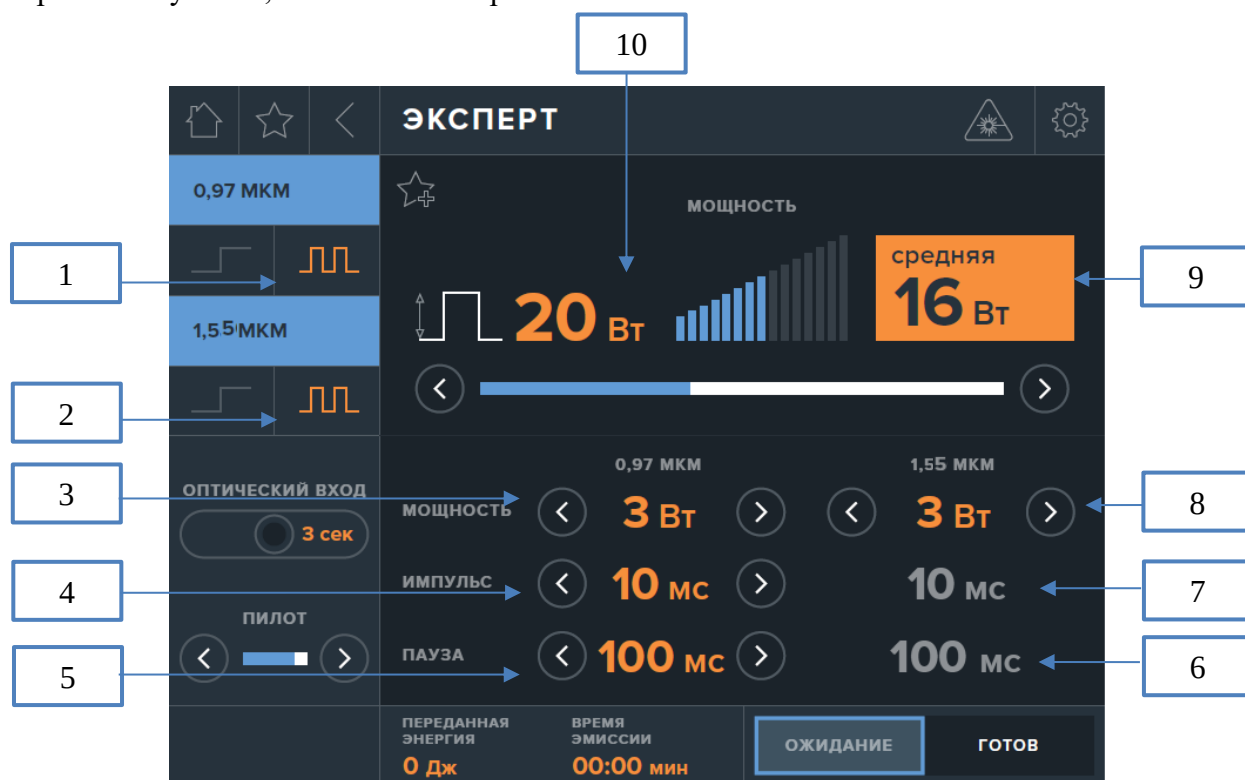

Рис. 31. Экран режима «ЭКСПЕРТ»: 0,97 мкм и 1,55 мкм - в импульсно-периодическом режиме
При выборе импульсно-периодического режима для излучений с длиной волны 0,97 мкм (1) и для излучения с длиной волны 1,55 мкм (2) появится экран установки параметров лазерного излучения, показанный на рис. 31.
Для данного режима предусмотрена настройка следующих параметров (рис. 31):